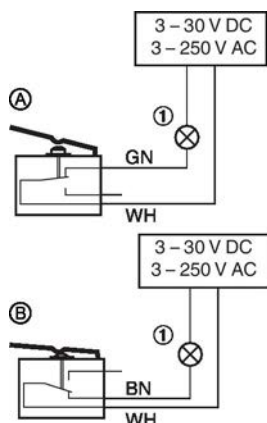

Fig. 68: Ejemplo de cableado del final de carrera
- Los interruptores de final de carrera se conectan siguiendo el esquema de conexión Fig. 68